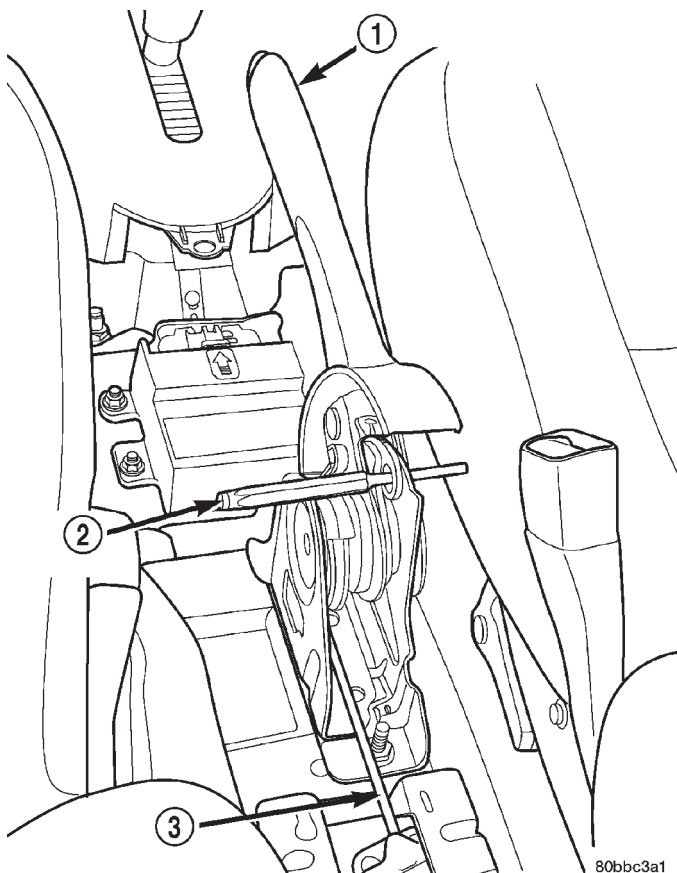

Fig. 36 Punzón delgado instalado
(16) Manteniendo las manos apartadas del sector del ajustador automático y la zona del trinquete, agarre firmemente el punzón delgado de la palanca del freno de estacionamiento (o el pasador de bloqueo si se ha instalado un mecanismo nuevo) (Fig. 36) y a continuación retírelo rápidamente del mecanismo de la palanca del freno de estacionamiento. Esto permitirá que el mecanismo de la palanca del freno de estacionamiento ajuste de forma automática los cables del freno de estacionamiento.
(17) Efectúe un ciclo de la palanca de estacionamiento a fin de emplazar los cables del mismo. Retorne luego la palanca a su posición de retroceso.
(18) Verifique las ruedas traseras del vehículo. Deben girar libremente sin roce con la posición en su posición de sin aplicar.
(19) Vuelva a colocar la alfombra trasera en su posición.
(20) Instale el cojín del asiento trasero. Asegúrese de que el cojín del asiento esté completamente instalado en los retenes en el suelo de la carrocería del vehículo.
(21) Aplique completamente la palanca del freno de estacionamiento.
(22) Instale la consola central y sus tornillos de instalación.
(23) Retire los topes de los conjuntos de llanta y neumático.
(1) Bloquee los conjuntos de llanta y neumático de forma que el vehículo no se mueva cuando se suelte la palanca del freno de estacionamiento.
(2) Aplique completamente la palanca del freno de estacionamiento y, a continuación, cambie la transmisión a la posición de punto muerto.
(3) Retire los tornillos que fijan la consola central y luego retire la consola.
(4) Baje la empuñadura de la palanca de freno de estacionamiento a la posición de retroceso.
(5) Agarre el cable de salida de la palanca del freno de estacionamiento con la mano y tire hacia arriba. Continúe estirando del cable hasta que puede insertarse un punzón delgado a través del orificio en el engranaje de sector del mecanismo de la palanca y el orificio en el lado derecho de su soporte de instalación (Fig. 36). De esta forma se bloqueará el mecanismo de ajuste automático del freno de estacionamiento en posición y se eliminará la tensión de los cables del freno de estacionamiento.
se ha instalado un mecanismo nuevo) (Fig. 36) y a continuación retírelo rápidamente del mecanismo de la palanca del freno de estacionamiento. Esto permitirá que el mecanismo de la palanca del freno de estacionamiento ajuste de forma automática los cables del freno de estacionamiento.